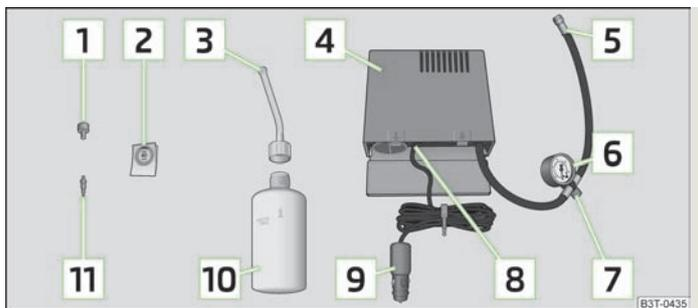

Fig. 180 Componentes integrantes do kit de reparação de pneus
- Cole o autocolante 2 » Fig. 180 no painel de bordo, dentro do campo de visão do condutor.
- Agite bem a garrafa de enchimento dos pneus 10 » Fig. 180.
- Aperte a mangueira de enchimento dos pneus [5] » Fig. 180 do compressor de ar na válvula do pneu.